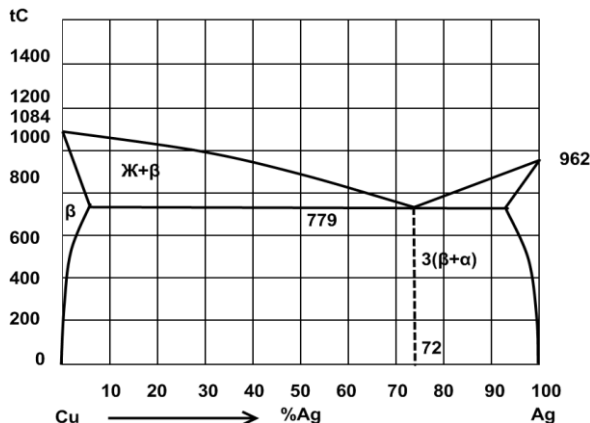

Рис. 3. Диаграмма состояния медь – серебро (Cu – Ag)
2. Вычертите диаграмму состояния системы медь — серебро. Опишите взаимодействие компонентов в жидком и твердом состояниях, укажите структурные составляющие во всех областях диаграммы состояния и объясните характер изменения свойств в данной системе с помощью правила Курнакова (рис.3).